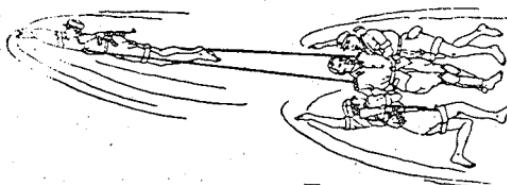

图 3
1. 用浮水衣（救生圈）押带的方法：给俘虏穿上浮水衣或将救生圈绑于俘虏背部，使其仰卧在水上，由一人在前拖带，左右各一人抓住俘虏的大臂或腋窝，另一手划水，采用蛙泳或侧泳押带前进（图3）。